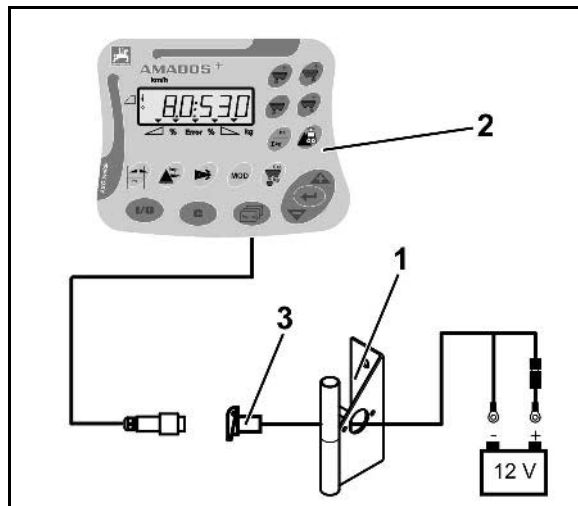

Fig. 16
A consola (Fig. 16/1) deverá ser montada no lado direito da cabine, à vista e ao alcance do condutor, sem vibrações e de forma electricamente condutora. A distância ao rádio-comunicador ou à antena rádio deve ser, no mínimo, de 1 m.
1. O suporte com o computador (Fig. 16/2) é introduzido sobre o tubo da consola.
2. Fixar a tomada (Fig. 16/3) do cabo de ligação da bateria na consola.